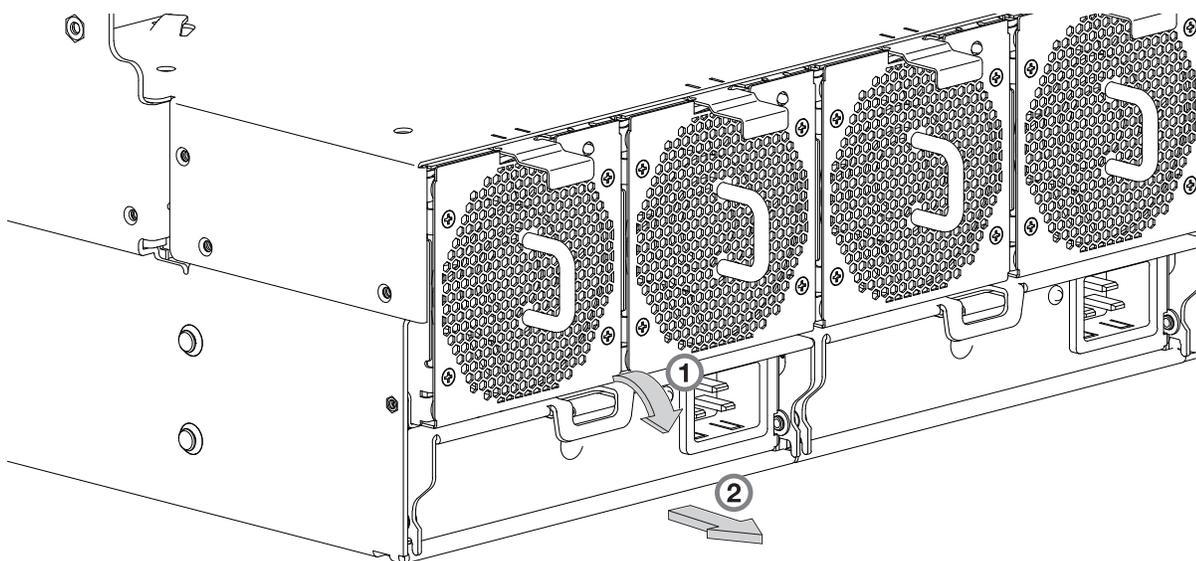
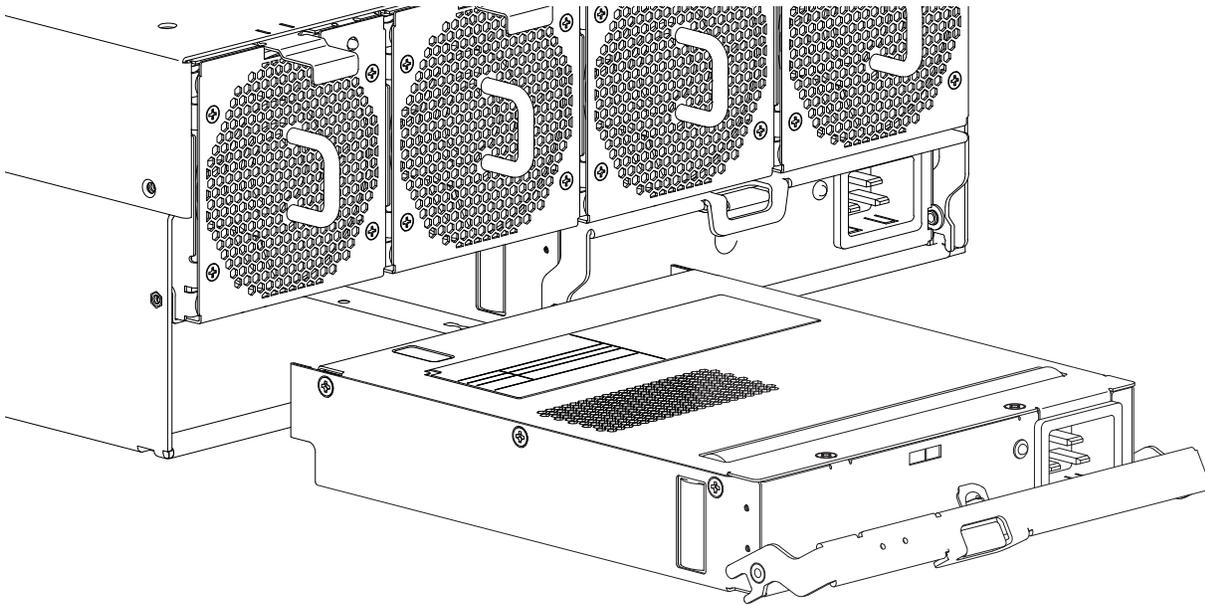

Abbildung 62. Ausbauen einer Stromversorgungseinheit (1 von 2)
Abbildung 63. Ausbauen einer Stromversorgungseinheit (2 von 2)
Drehen Sie den Griff nach außen und unten, damit die Stromversorgungseinheit wie in Abb. 62 dargestellt aus dem Gehäuse gleitet.
- Halten Sie den Griff und ziehen Sie die Stromversorgungseinheit heraus. Stützen Sie beim Herausführen des Moduls aus dem Gehäuse unbedingt die Unterseite des Moduls mit beiden Händen ab (siehe Abb. 63).
Halten Sie sich bei der Ausführung dieser Prozedur an Abb. 62 auf Seite 76 und Abb. 63, ignorieren Sie jedoch den Richtungspfeil, da Sie das Modul in den Steckplatz einsetzen, statt es auszubauen.